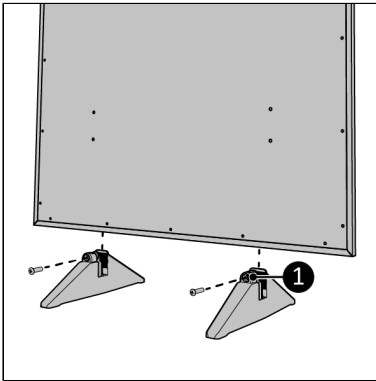

Figure 111.
2. Skruva fast och dra åt piedestalerna (Figure 111, pos. 1).